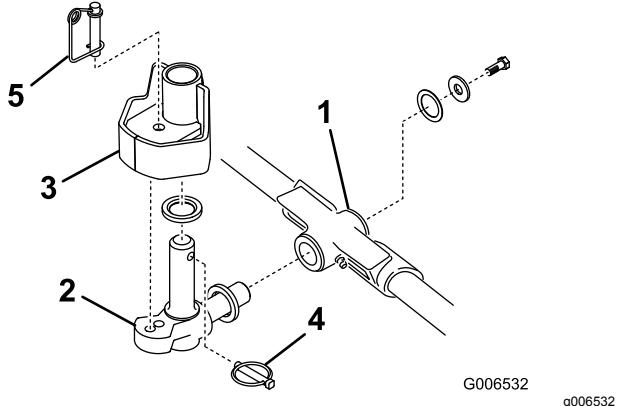

Figura 12
1. Montate una rondella di spinta sull'albero orizzontale dello snodo di articolazione, come riportato nella Figura 12.
2. Inserite l'albero orizzontale dello snodo di articolazione nel tubo di montaggio del telaio portante (Figura 12).
3. Assicurate lo snodo di articolazione al telaio portante per mezzo di una rondella di spinta, una rondella piatta e una vite a testa cilindrica con testa flangiata (Figura 12).
4. Inserite una rondella di spinta sull'albero verticale dello snodo di articolazione (Figura 12).
5. Inserite l'albero verticale dello snodo di articolazione nel mozzo orientabile del braccio di sollevamento, se era stato tolto in precedenza (Figura 12).
7. Inserite l'acciarino nel foro a croce previsto sull'albero dello snodo di articolazione (Figura 12).
Nota: Se è necessario bloccare un apparato di taglio in posizione fissa, inserite il perno di bloccaggio dello sterzo nel relativo foro sullo snodo di articolazione (Figura 12).
13. Agganciate il braccio della molla attorno all'estremità inferiore del perno di bloccaggio dello sterzo (Figura 12).